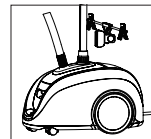

Figura 6
6. Enganche el gacho inferior en la barra plegable (Figura 6).